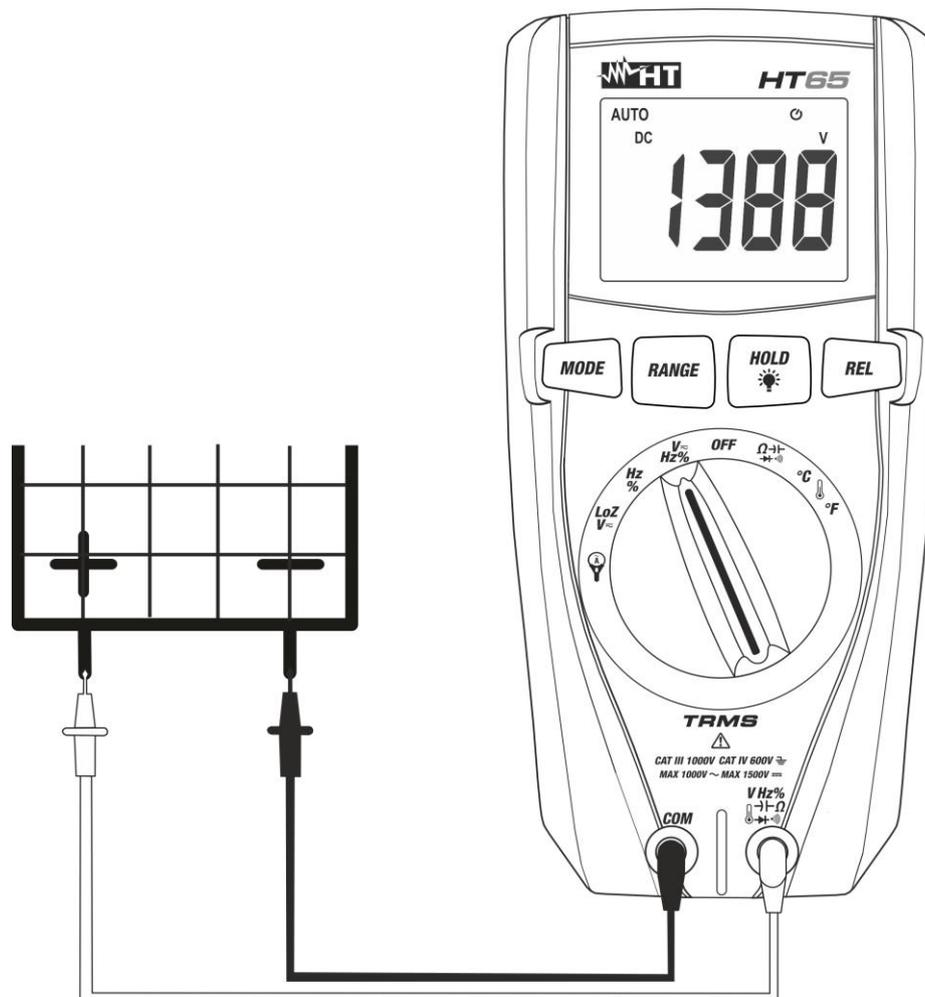
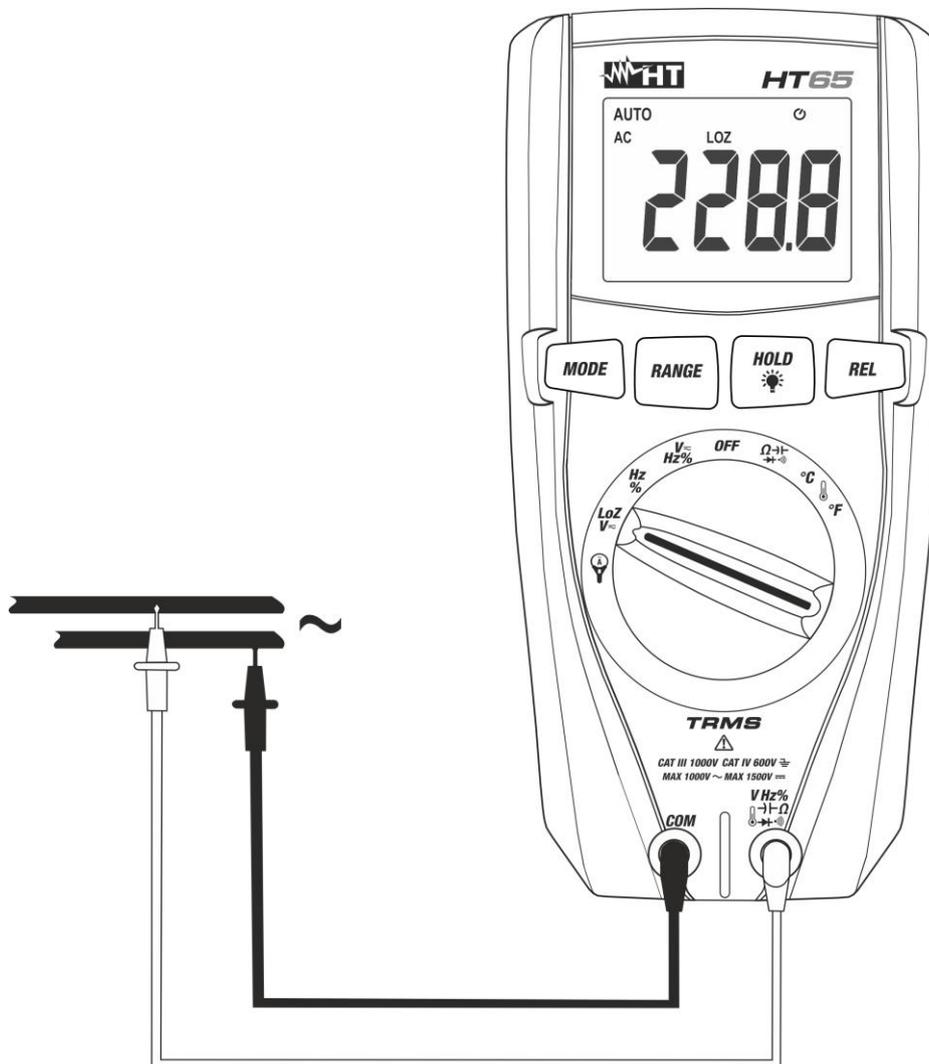

Fig. 2: Uso do instrumento para a medição de Tensões CC
Fig. 4: Uso do instrumento para a medição de tensões CA/CC com função LoZ
4. Colocar a ponteira vermelha e a ponteira preta respetivamente nos pontos com potencial positivo e negativo do circuito em exame (ver Fig. 2). O valor da tensão é apresentado no display
6. A visualização do símbolo "-" no display do instrumento indica que a tensão tem sentido oposto em relação à conexão da Fig. 2.
4. Colocar a ponteira vermelha e a ponteira preta respetivamente nos pontos do circuito em exame (ver Fig.4) para a medição de tensões CA ou nos pontos com potencial positivo e negativo do circuito em exame (ver Fig.2) para a medição de tensões CC. O valor da tensão é apresentado no display.
6. A visualização do símbolo "-" no display do instrumento indica que a tensão CC tem sentido oposto em relação à conexão da Fig.2.